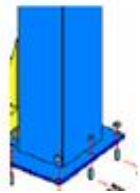

рис. 4
2. Просверлив отверстия, тщательно уберите из них мусор и пыль и убедитесь, что стойки стоят внутри круга размеченного ранее мелом. (рис. 4,5,6)